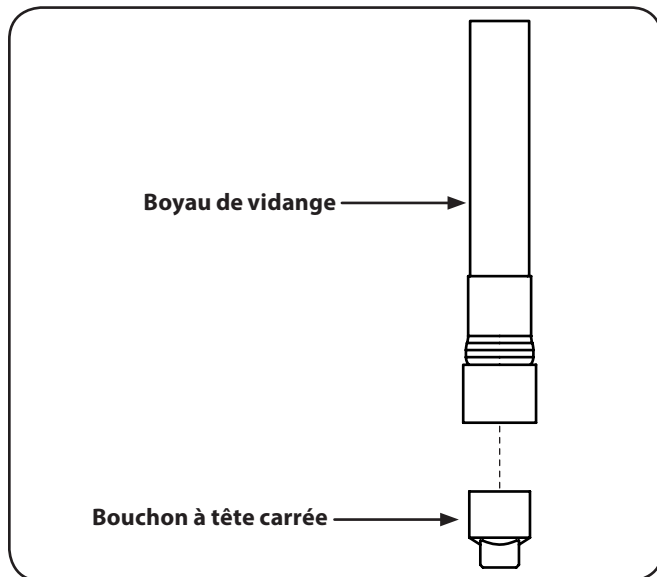

Figure 6-1
4. En tenant l'extrémité libre du boyau de vidange d'huile au-dessus du récipient collecteur, dévissez le bouchon à tête carrée du boyau. Voir Figure 6-1. Vidangez l'huile du moteur dans le récipient collecteur.